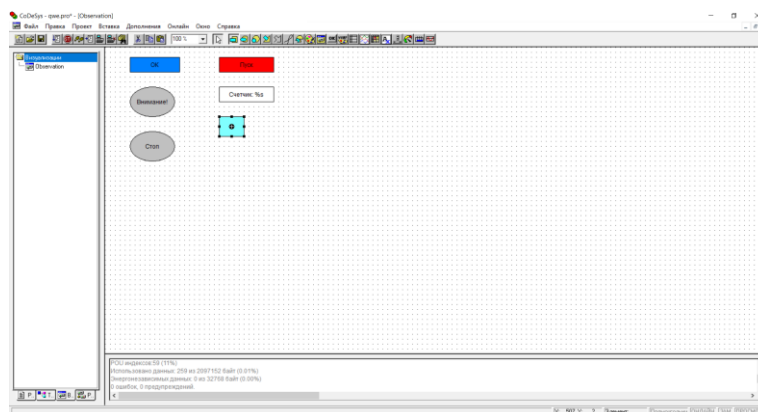

Рисунок 14 – Создание визуализации
15. Создаем визуализацию (рисунок 14).